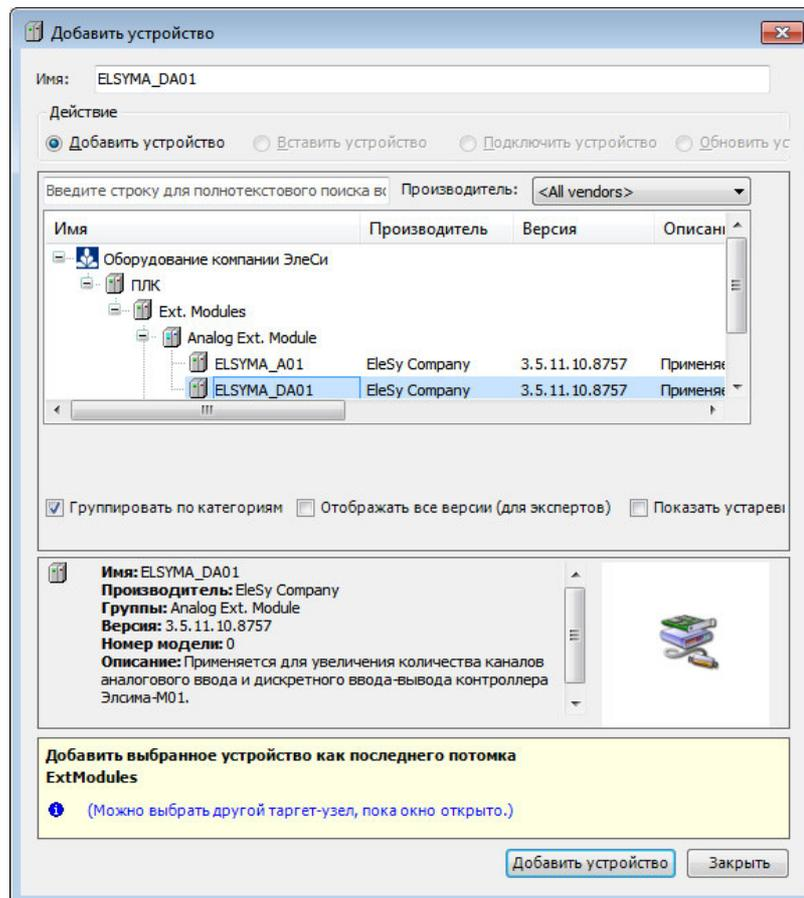

Рисунок 5.7 – Окно добавления устройств. Добавление аналогового модуля
4. Кликнуть правой кнопкой мыши по узлу *ExtModules* (находится в *ELSYMA_M01*) и выбрать команду «**Добавить устройство...**» (рисунок 5.7). В поле **Производитель:** следует выбрать *EleSy Company*, выбрать устройство *ELSYMA_A01* и нажать кнопку «**Добавить устройство...**».